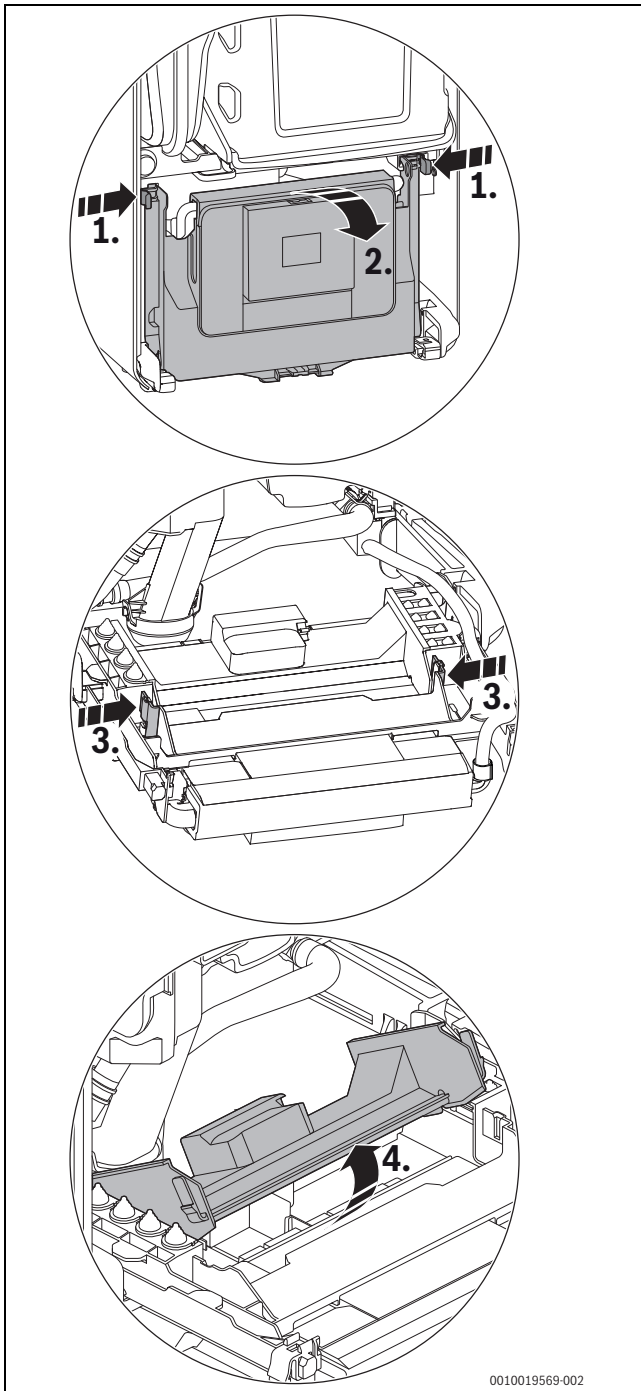

Bild 81 Abdeckung öffnen
▶ Steuergerät herunterklappen (→ Bild 81, Seite 44).